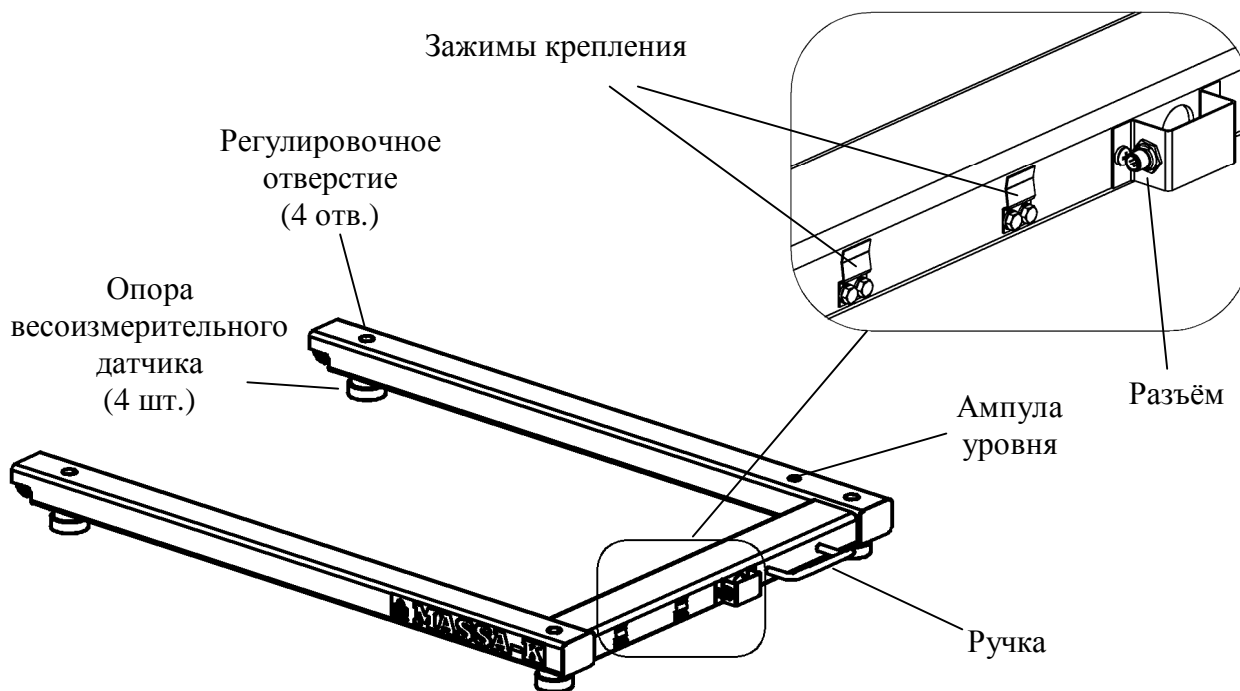

Рис. 5.1 - Платформа весовая
5.1 Платформа весовая состоит из рамы, на которой установлены четыре цифровых весоизмерительных датчика с опорами (рис. 5.1).